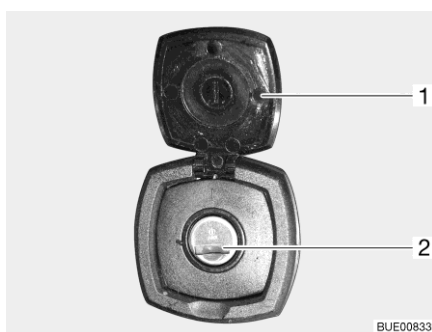

Fig. 60 Serratura dello sportello, quadrata
- Aprire la copertura (Fig. 60,1).
- Inserire la chiave nel cilindro della serratura (Fig. 60,2) e ruotare di un quarto di giro.